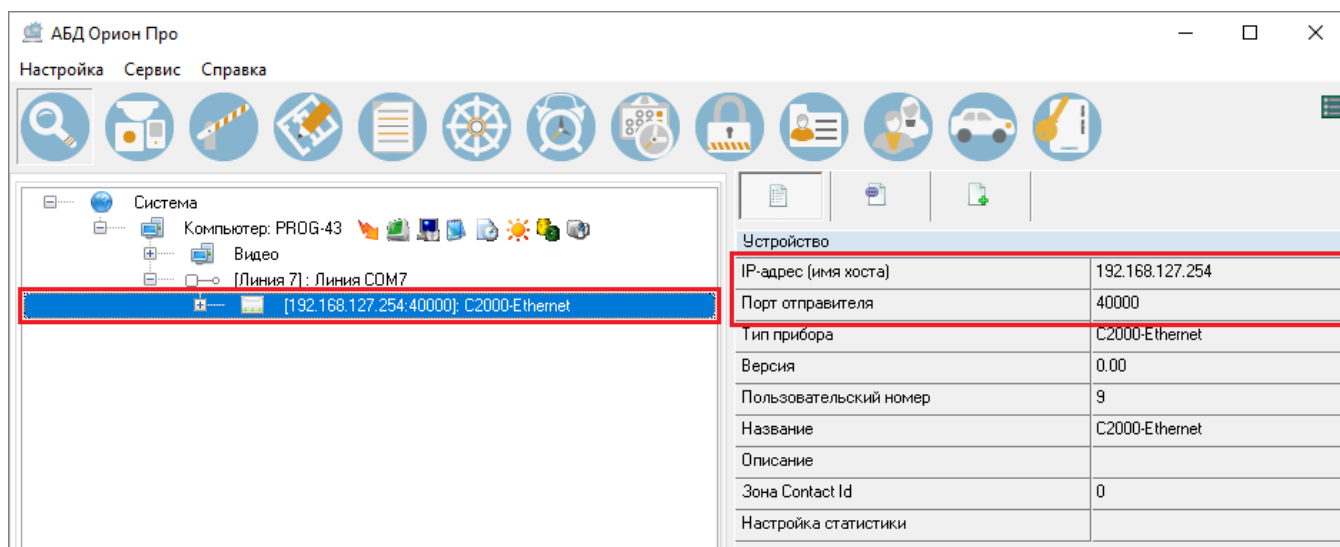

Рисунок 6-83 Прибор C2000-Ethernet на линии виртуального порта
- На линии появится прибор C2000-Ethernet с настройками порта, которые были заданы в мастере изменении протокола (см. Рисунок 6-83);